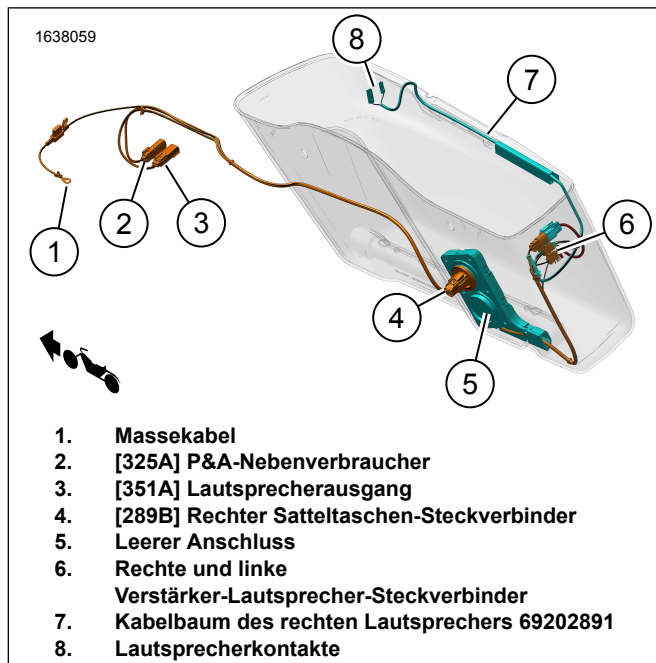

Abbildung 5. Verlegung des rechten Satteltaschenkabelbaums
- g. Kabelbaum (5) durch Tüllenloch verlegen.
- h. Tülle (3) am Kabelbaum (5) anbringen.
- i. Tülle (3) nach Bedarf justieren und in Satteltasche einbauen.
13. Abbildung 5 Kabelbaum des rechten Lautsprechers installieren.
- b. Abbildung 5 Kabelbaum (7) wie abgebildet verlegen.